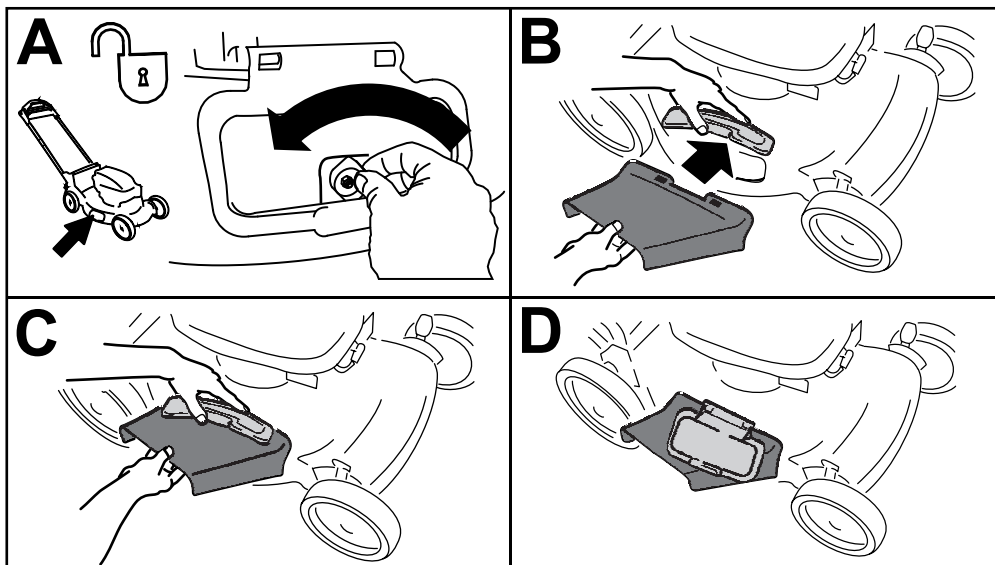

Figura 19
1. Desbloquee el deflector de descarga lateral (Figura 19, A).
2. Levante el deflector de descarga lateral (Figura 19, B).
3. Instale el conducto de descarga lateral y cierre el deflector sobre el conducto (Figura 19, B, C, y D).